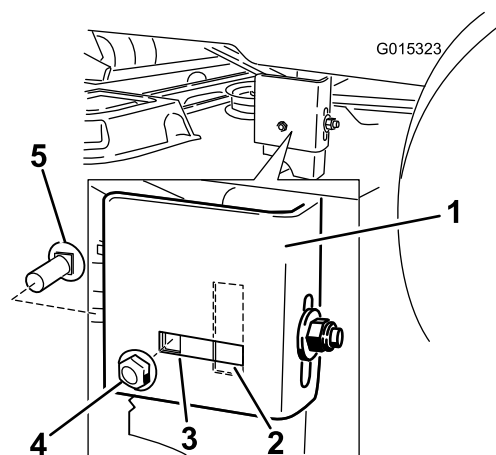

Figure 53
7. Passez au côté gauche de la machine. Retirez le boulon de carrosserie et l'écrou de blocage latéraux de la position fixe et placez-les dans l'emplacement allongé arrière, légèrement desserrés (Figure 53).